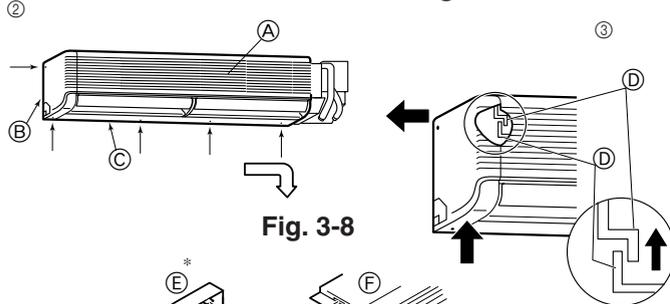

Fig. 3-8
- A) Sağdaki yan panel B) Bağlantı boruları C) Boru deliği D) Duvar montaj mesnedi ①
- ② Şekilde oklarla işaretlenmiş olan beş adet vidayı çıkarınız. (Fig. 3-8)
- ③ Önce soldaki yan paneli, sonra da alt paneli çıkarınız.